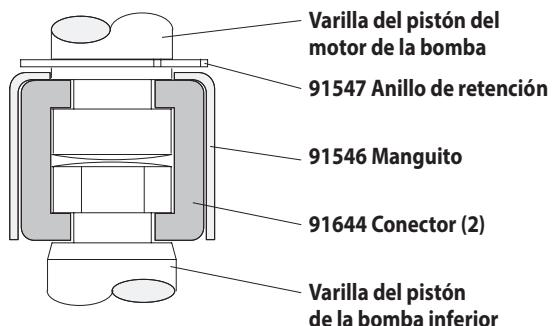

Figura 2
- Por medio de unos alicates para anillos en E, desplace el anillo en E lo suficiente para permitir que el manguito se mueva hacia arriba y libere los dos conectores (ver la figura 2).